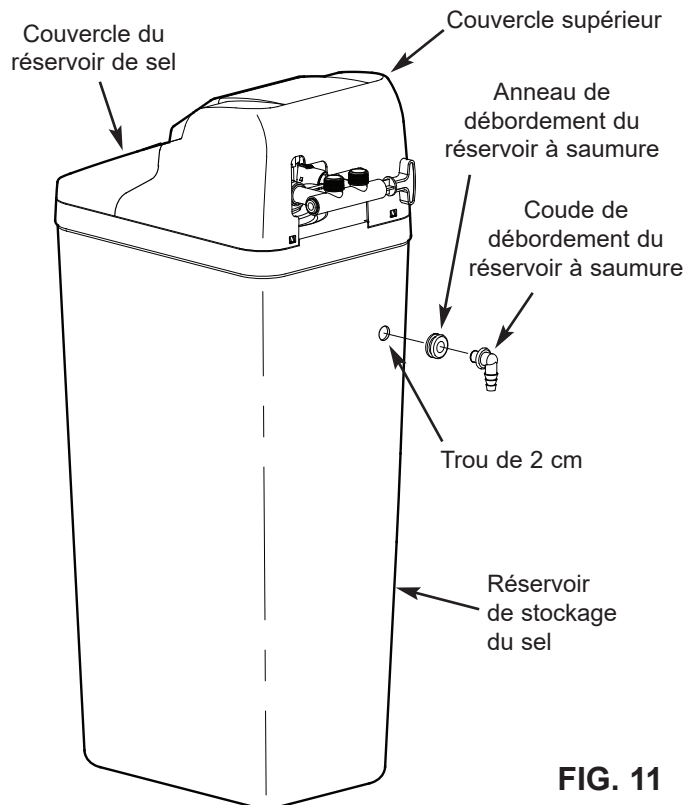

FIG. 11
1. Les modèles North Star sont assemblés à l'usine. Lors de l'installation, dégagez et enlevez le couvercle supérieur, ensemble avec le couvercle du réservoir de sel (consultez la figure 11), pour exposer la soupape de l'adoucisseur. Placez-la de côté pour éviter de l'endommager.
2. Installez l'anneau et le coude du réservoir à saumure dans l'orifice de 2 cm de diamètre à l'arrière de la paroi du réservoir du stockage (consultez la figure 11).